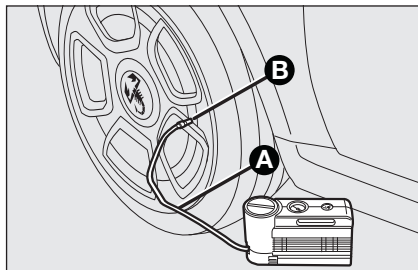

fig. 13
- **Serrer le frein à main.** Dévisser le capuchon de la soupape du pneu, extraire le flexible de remplissage **A-fig. 13** et visser la bague **B** sur la soupape du pneu;